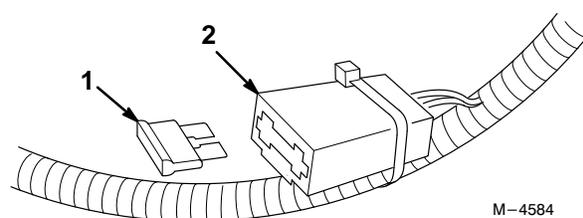

Figure 31
2. Mettre en place un fusible neuf comme illustré à la Figure 31.